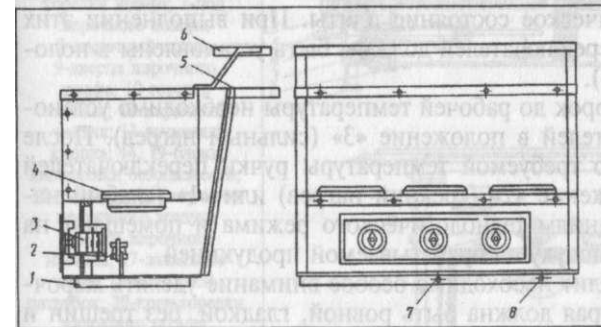

Рис. 12-8. Электрическая плита мармитная ЭПМ-5.
**Плита электрическая мармитная ЭПМ-5 (рис. 12-8)** предназначена для подогревания в наплитных котлах и поддержания в горячем состоянии первых, вторых блюд при отпуске их в столовых.